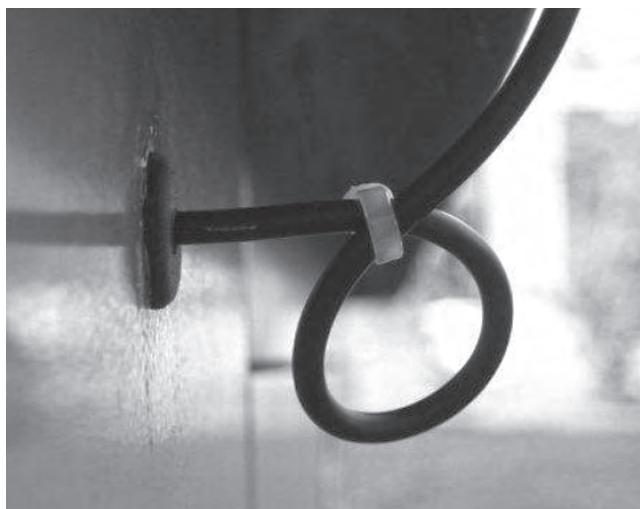

Figura 2
- En el exterior de la caja, haga un bucle con el cable de la antena y fíjelo con precinto (Figura 2) para evitar que ingrese agua a la unidad.